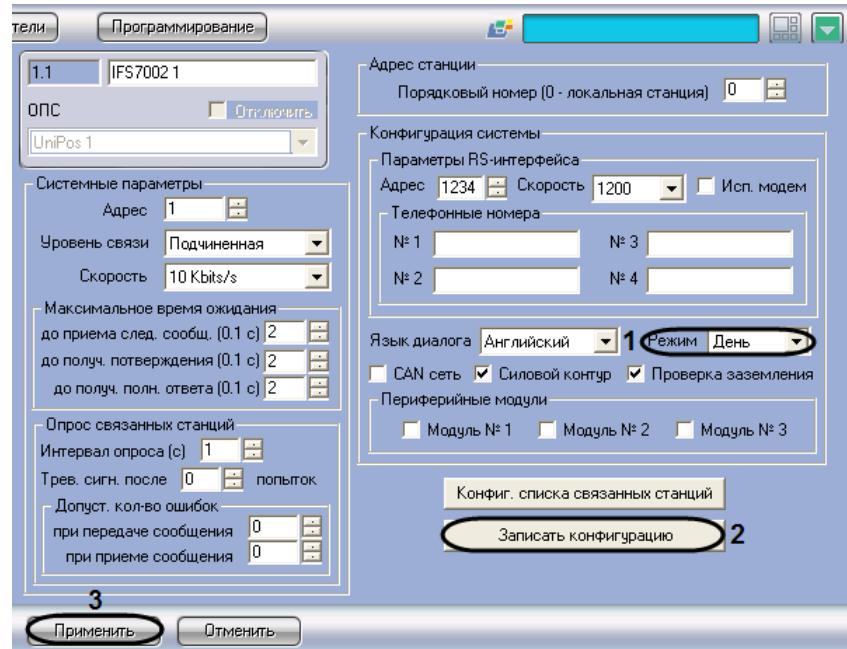

Рис. 3.3-3 Выбор режима работы станции IFS7002
- Перейти на панель настройки объекта **IFS7002** (Рис. 3.3-3).
- Из раскрывающегося списка **Режим** выбрать требуемый режим работы станции (см. Рис. 3.3-3, 1)
- Для применения настроек на станции нажать кнопку **Записать конфигурацию** (см. Рис. 3.3-3, 2)
- Для сохранения настроек во внутренней базе данных ПК ACFA *Intellect* нажать кнопку **Применить** (см. Рис. 3.3-3, 3)